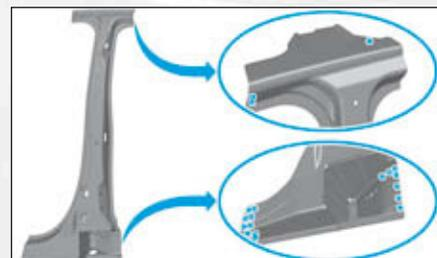

FIG.77
- Percer l'ensemble des points Ø 6,5 mm, pour un soudage ultérieur par points bouchons MAG (Fig.77).